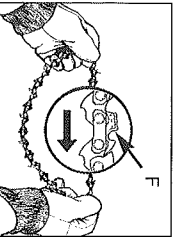

Fig. 3D
7. Étendez en la sortant la chaîne avec les bords coupants (F) de la chaîne pointant en DIRECTION DE LA ROTATION (Fig. 3D).